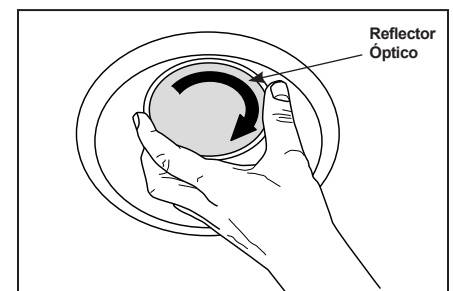

Figura 10
**Paso 2.** Localice el REFLECTOR ÓPTICO que fue empaquetado con la carcasa de remodelación y tome nota de los detalles en la pestaña en la parte superior. Instale el REFLECTOR ÓPTICO alineándolo e insertándolo en el accesorio y girando 1/4 de giro en el sentido del reloj hasta que tope (Figura 10).
**Paso 1.** Localice el REFLECTOR ÓPTICO que fue empaquetado con la carcasa de remodelación y tome nota de los detalles en la pestaña en la parte superior. Instale el REFLECTOR ÓPTICO alineándolo e insertándolo en el accesorio y girando 1/4 de giro en el sentido del reloj hasta que tope (Figura 10).